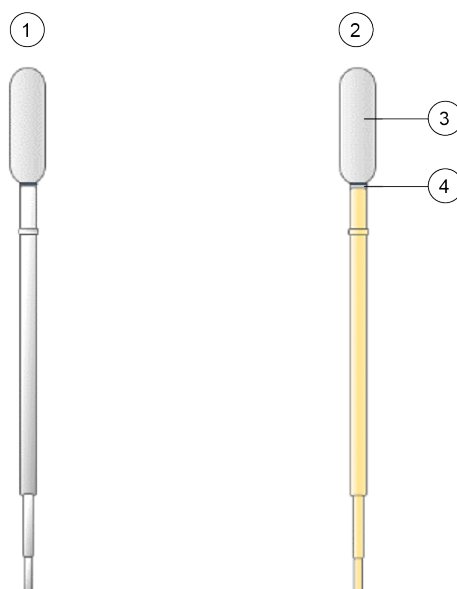

Abbildung 1. Transferpipette
- Wenn die im Kit enthaltene *Transferpipette* verwendet wird (Abbildung 1), die Pipette bis knapp unterhalb des Ballons füllen und mindestens 1 ml Plasma aus dem Röhrchen transferieren (Abbildung 1). Sicherstellen, dass sich an der Pipettenspitze während des Füllens keine großen Luftblasen bilden. Den Inhalt der Pipette in die Probenkammer der Kartusche füllen (Abbildung 2).